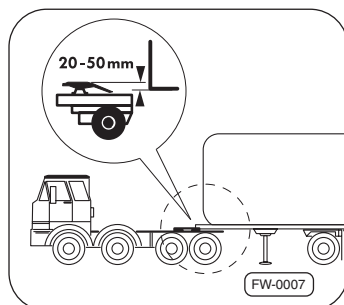

Fig. 11 · Verrouiller la semi-remorque
6. Régler la plaque de la sellette d'attelage ⇒Fig. 11 de manière à conserver un écart compris entre **20 mm et 50 mm** avec la plaque de remorque.